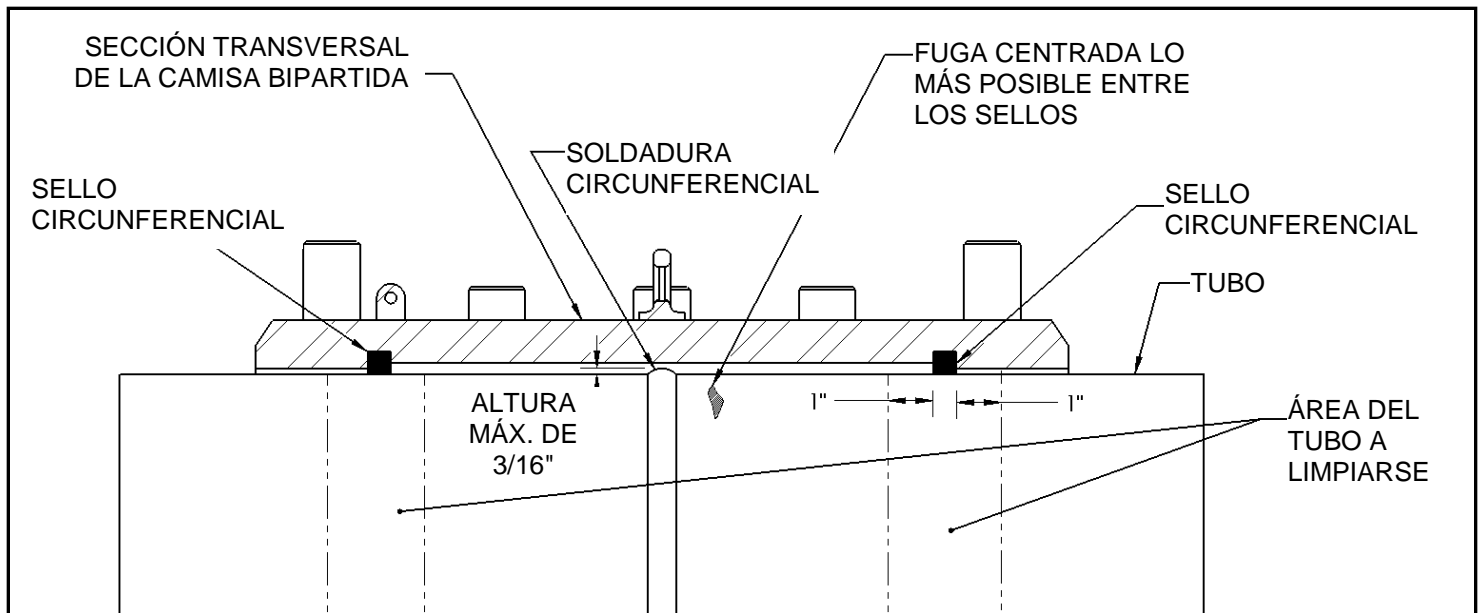

Figura 1
1. Elimine todo recubrimiento, óxido e incrustaciones de la superficie del tubo donde los sellos circunferenciales de la camisa bipartida de reparación "PLIDCO Split+Sleeve" entrarán en contacto con el tubo (consulte la Figura 1). Se prefiere un acabado de metal casi blanco, como se indica en SSPC-SP10 / NACE No. 2. Cuanto más limpia esté la superficie del tubo, más positivo será el sellado.
3. Las soldaduras circunferenciales del tubo en el espacio anular dentro de los sellos circunferenciales no requieren rebajarse/desbastarse al ras, siempre y cuando la altura de la soldadura no exceda de 3/16 de pulgada (4.7 mm) (consulte la Figura 1).